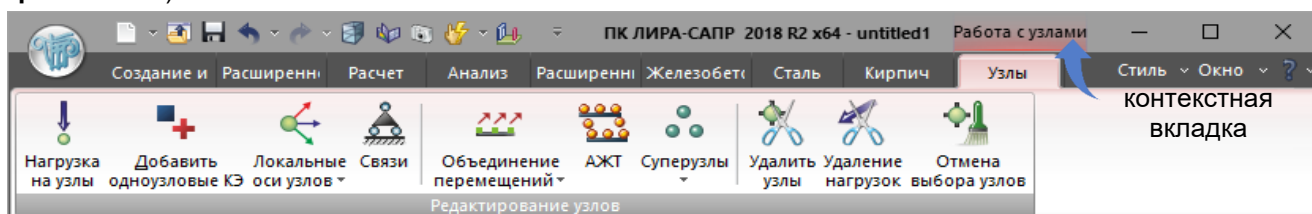

Рис. 2. Контекстная вкладка ленты **Работа с узлами**
**Контекстные вкладки ленты** (рис.2) – при выборе на расчетной схеме объектов определенного типа вместо инструментальной панели выводится особая контекстная вкладка ленты. По умолчанию контекстная вкладка закрывается при снятии с объектов расчетной схемы выделения.